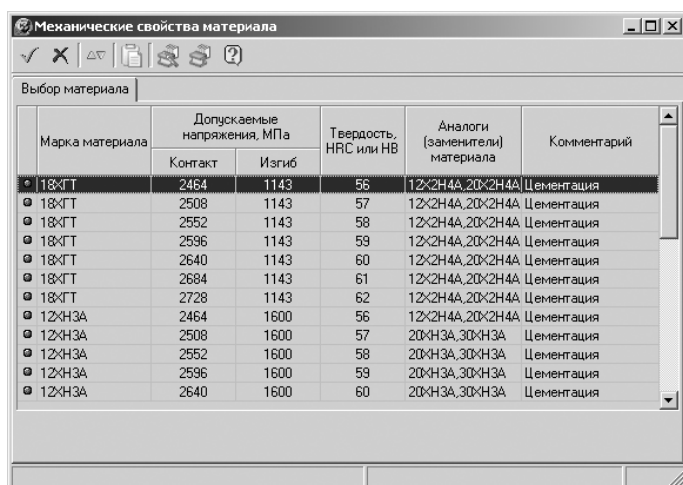

Рис. 5.15. Диалоговое окно **Механические свойства материала**
- щелкните в строке **2. Материал зубчатых колес передачи** по кнопке, расположенной правее поля ввода столбца **Ведущее колесо**, по кнопке  – **Ввод данных**. Появится диалоговое окно, см. рис. 5.15.